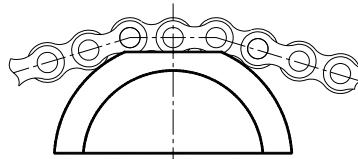

Fig.1
La forma del profilo è stata realizzata in modo che ci siano sempre due/tre rulli di catena in contatto sul piano di lavoro (Fig.1). Questa soluzione sostituisce in modo soddisfacente ed economico le applicazioni dei grossi pattini con i grandi raggi dei profili di scorrimento.
*The profile shape has been created so that there are always two/three chain rollers in contact with the work surface (fig.1). This solution is an effective and inexpensive alternative to using large sliders with extensive sliding profile ranges.*